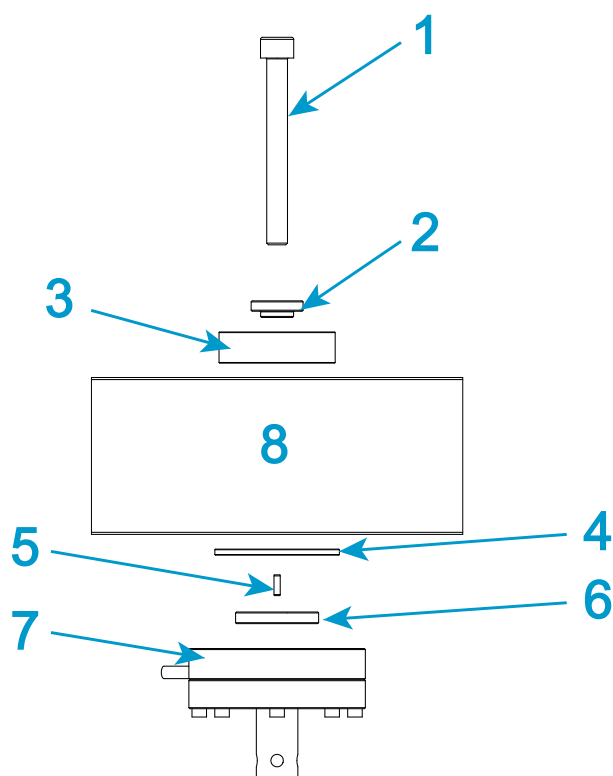

Figure 23. Installation des capteurs de force de série 2530 – capacité 5 N jusqu'à 100 N
Légende pour Figure 23
1. Reportez-vous à Figure 23 et au tableau associé, puis rassemblez le matériel de montage approprié.
2. Assemblez les pièces métalliques illustrées au-dessus de la traverse dans Figure 23 et placez-les dans la partie supérieure de l'alésage central de la traverse.